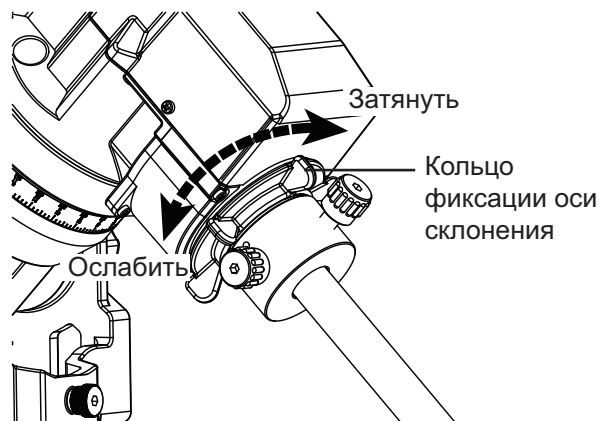

Рис. 2.1b
2. Для вращения телескопа по оси склонения ослабьте фиксатор оси склонения (рис. 2.1b).